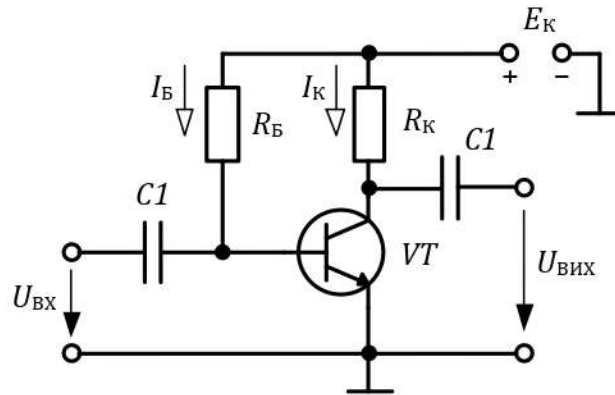

Рисунок 3 – Підсилювальний каскад на біполярному транзисторі
3.7 Обрати схему для дослідження однофазного однопівперіодного керуваного випрямляча з використанням триністора – рисунок 3.
5. Рисунок 3 – Схема для дослідження однофазного однопівперіодного керованого випрямляча з використанням триністора
3.6 Збільшити вхідну напругу до $U_{BX} = 0,1$ В. Привести осцилограми напруг – рисунок 3.
6. Осцилограми напруг при збільшенні вхідної напруги до $U_{BX} = 0,1 \text{ B}$ – рисунок 3.